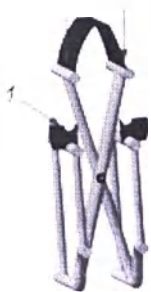
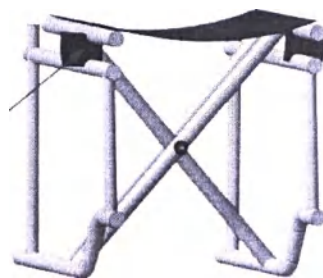

Рис.1.1
Рис.1.2
6.1 Рама кресла изготовлена из металла с порошковым напылением. Кресло поставляется в сложенном виде. Для того что бы разложить раму кресла нажмите на трубы сиденья как показано на рис.1.1. Важно, чтобы трубы попали в ловители на раме (поз.1, рис.1.1). Труба должна полностью войти в ловитель как показано на рис.1.2